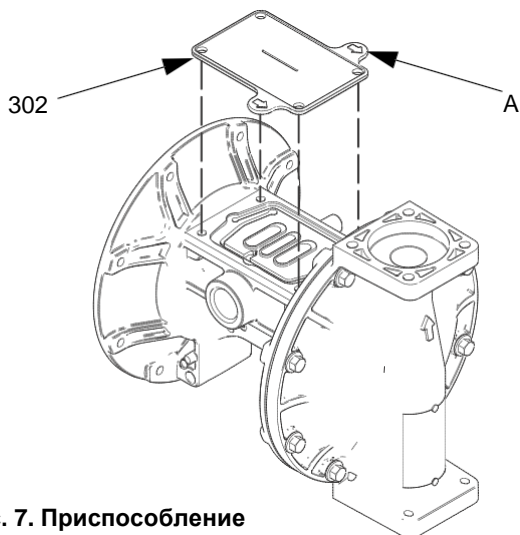

Рис. 7. Приспособление для посадки смачиваемой крышки
а) Смотрите рис. 7. Поместите поставляемое в комплекте приспособление (302) на место, где обычно находится прокладка пневмоклапана (108). Стрелки (А) должны быть направлены в сторону уже прикреплённой смачиваемой крышки.